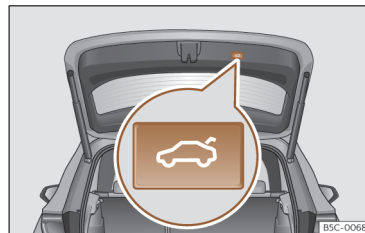

Fig. 78 Porta da bagageira: botão para fechar a porta da bagageira.
● Pressione brevemente o botão  disposto na porta da bagageira >>> **Fig. 78**, >>>  em **Introdução ao tema na página 111**.
Durante todo o processo de abertura ou de fecho da porta da bagageira, soam os sinais sonoros. **Exceção:** quando se abrir a porta manualmente através do punho ou através da função Easy Open com o movimento do pé ou se fechar através do botão disposto na mesma >>> **Fig. 78**.
- Pressione o botão  >>> **Fig. 78** disposto na porta durante, pelo menos, 3 segundos.